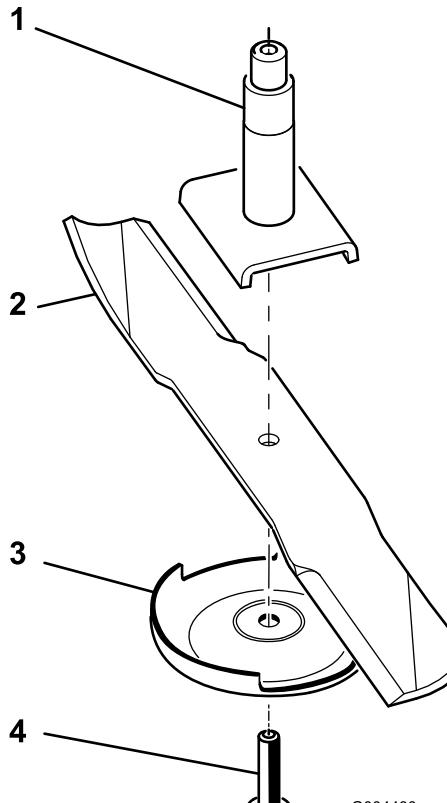

Figure 23
2. Enlevez le boulon, la plaque anti-scalp et la lame de l'axe de pivot (Figure 23).
2. Vérifiez l'équilibre de la lame en la plaçant sur un équilibrEUR (Figure 22). Si la lame reste horizontale, elle est équilibrée et peut être utilisée. Si la lame est déséquilibrée, limez un peu l'extrémité de la partie relevée seulement (Figure 23). Répétez la procédure jusqu'à ce que la lame soit équilibrée.
1. Placez la lame sur l'axe (Figure 23).
2. Montez la plaque anti-scalp et le boulon de lame (Figure 23).